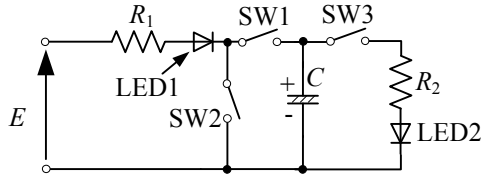

図4-1 コンデンサ実験回路
- (1) 図4-1のように回路を構成する。コンデンサ C は $220\ \mu\text{F}$ 、抵抗 R_1 、 R_2 はそれぞれ $100\ \Omega$ と $300\ \Omega$ にすること。